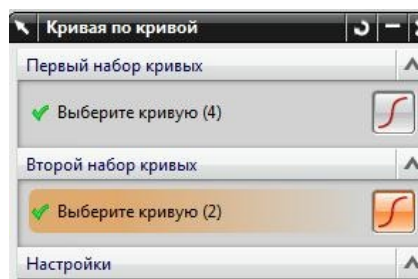

рис.70
•Диалоговое окно этой связи показано на рис.70. В нем достаточно указать только все сегменты соприкасающихся кривых. Обычно в реальных примерах мы указываем ребра соприкасающихся деталей.
•Подчеркнем, что каждая кривая может состоять из нескольких сегментов, что и отражается в диалоговом окне при их указании (рис.70).